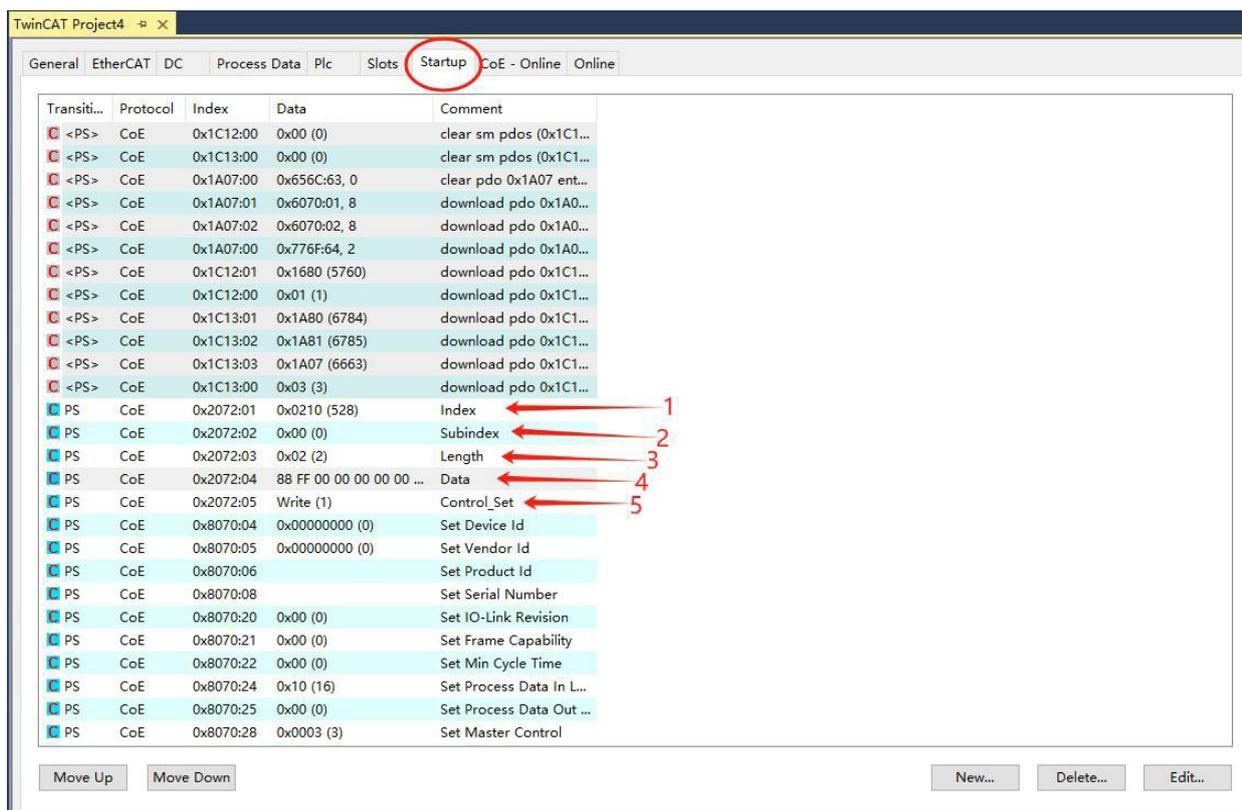

图3
3、如图 3 所示，如配置从站的 8 个端口都为输出模式的设定：Index=0x0210，Subindex=0，Length= 2，Data = 88 FF, Control_Set=Write(1).配置表如下：